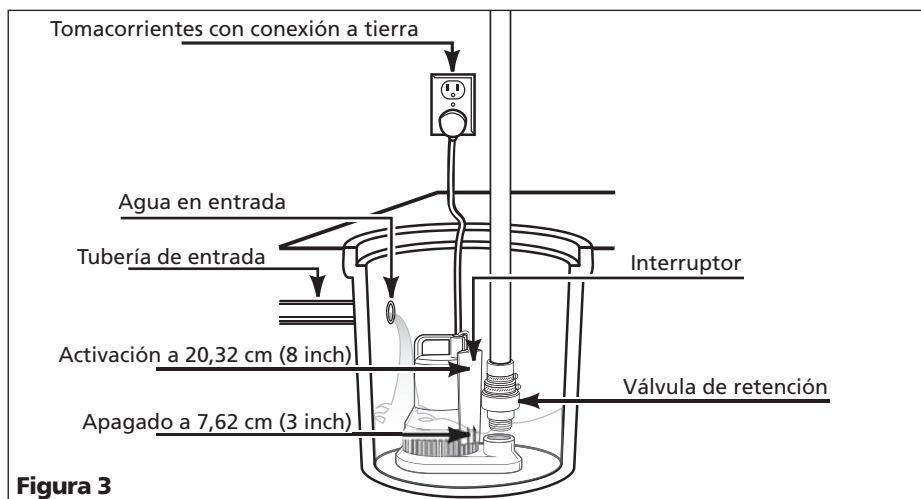

Figura 3
7. **SÓLO PARA LOS MODELOS BWSCAP:** Posicione la bomba LEJOS de la entrada de agua de manera que el interruptor no quede cerca de la entrada de agua (Vea la Figura 3).